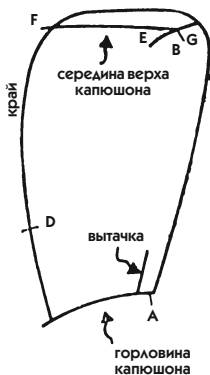

Рис. 758
Рис. 758 представляет классический капюшон, надетый на голову. Эта модель мягко облегает голову и не имеет излишней ширины. Край капюшона проходит вокруг лица от одной стороны горловины до другой. Пришитый к спинке, он плоско лежит на плечах. Его можно собрать вокруг горловины или застегнуть на пуговицу под воротником изделия.
- мерка № 2 — высота головы (в нашем примере — 24 см); снимается по прямой сзади от середины горловины спинки (засечка А на рис. 758) до макушки (засечка ВG).
Лекало еще не закончено, но вы можете его сравнить с рис. 758. Линия FG находится посередине верхней части головы, в то время как угол у точки E будет прострочен так, чтобы соединить точки G и B. Если вместо этого поперечного шва вы приложите линии FG и AB одна к другой, то получите угол сзади, как на монашеском капюшоне.